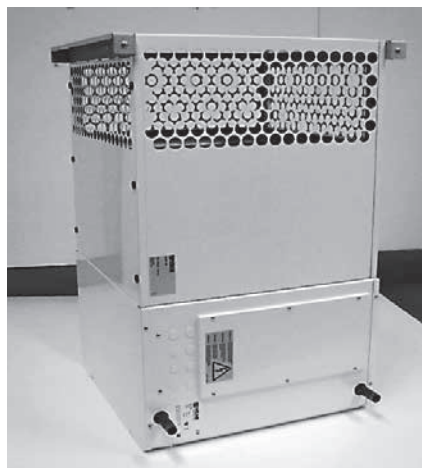

Bild 2
2. Der Lufterhitzer kann mit den Rohren nach links oder rechts von vorne gesehen montiert werden (siehe Bild 12 und 13). Bei großer Deckenhöhe sollte der Lufterhitzer niedrig montiert werden, jedoch ohne den Betrieb zu stören. Das Filterteil mit der Filteröffnung nach unten oder oben montieren, damit der Filterwechsel möglich ist, siehe Bild 2.